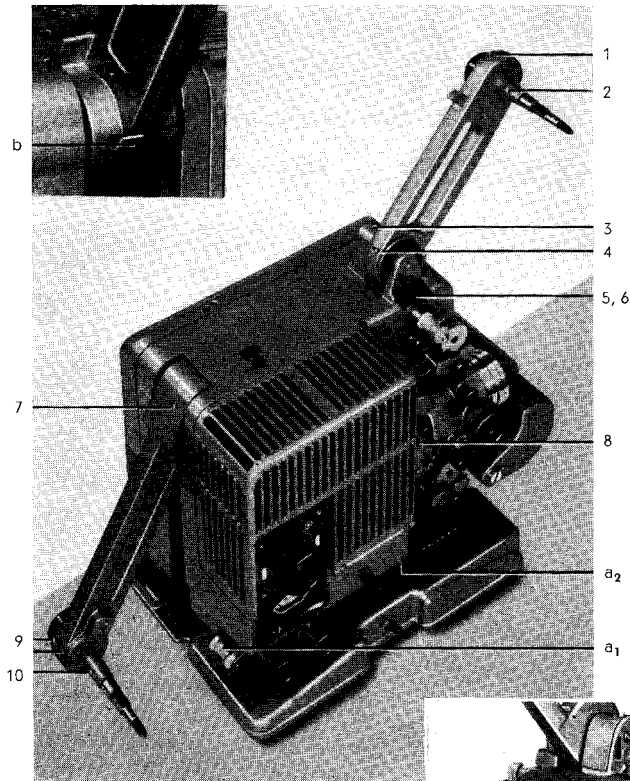

Bild 27
5. Wenn die Umspulgeschwindigkeit zum Schluß stark abzufallen beginnt, Zug der Umpulfraktion mit Hilfe des Bremshebels vermindern (Bild 27/b).
Nach etwa 4 Betriebsstunden die durch rote Punkte gekennzeichneten 13 Ölstellen und die beiden Führungsrollen a_1 und a_2 (Bild 27 und 28) mit Shell-Vitrea-Öl 41 ölen. Danach Projektor einige Minuten ohne Film laufen lassen und das abgespritzte Öl sauber abwischen. Besondere Aufmerksamkeit den Ölstellen 4, 5, 6, 9, 11 und 12 widmen, da sie Getriebe und Schaltorgan versorgen!